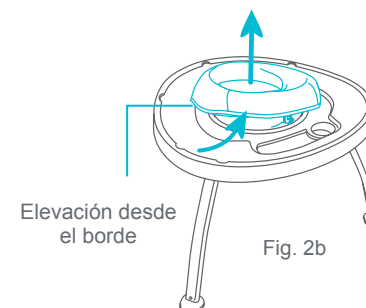

Fig. 2b
- Desde la parte superior de la mesa, utilice el borde del asiento para levantarlo de la mesa (Fig. 2b).